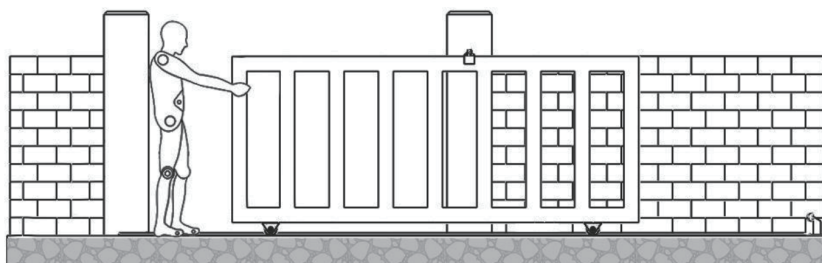

Fig. 8
- Asegúrese de que el abridor esté instalado en una posición nivelada y paralela y que esté correctamente asegurado y que la puerta se pueda mover suavemente empujando o tirando con la mano antes de instalar el motor (Fig. 8). o utilizar una balanza para medir la carga de arrastre.